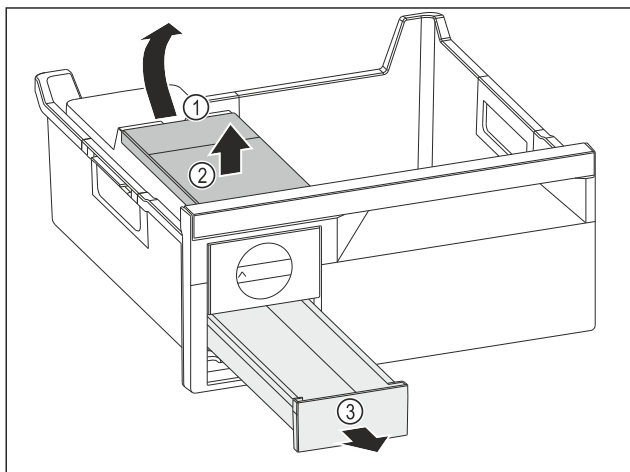

Fig. 143
- ▶ Извлеките бак для воды: Поднимите бак для воды за выемку Fig. 143 (1).
- ▶ Извлеките бак для воды Fig. 143 (2) движением вверх.
- ▶ Извлеките выдвижной ящик для кубиков льда Fig. 143 (3) движением вперед.